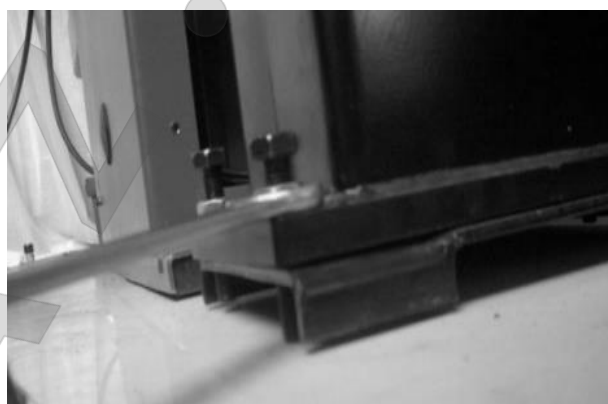

Рис. 7-10
7.1.10 Ослабьте гайку под основанием и поверните болт по часовой стрелке, пока он не коснется земли, и затяните (Рис.7-10), установите боковую панель и снятый ящик для инструментов, как описано в п.